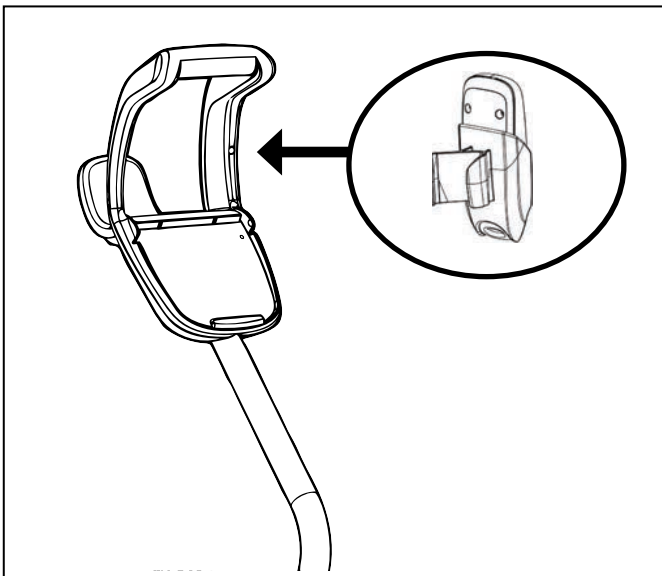

Figura 8. Coloque la base del control remoto en su lugar
- (9550 Sport/P955) Ubique la clavija de la base del control remoto en la manija del carrito para luego colocar el control remoto en el carrito (Figura 8).